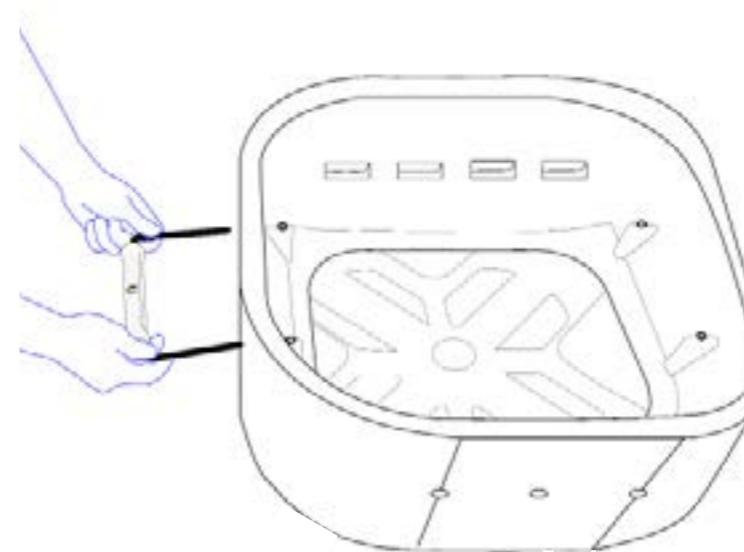

fig 2
Paso 4: Introduce el tornillo en el orificio y atorníllalo con la mano. El objetivo es fijar el asa a LOLA. (fig. 2)